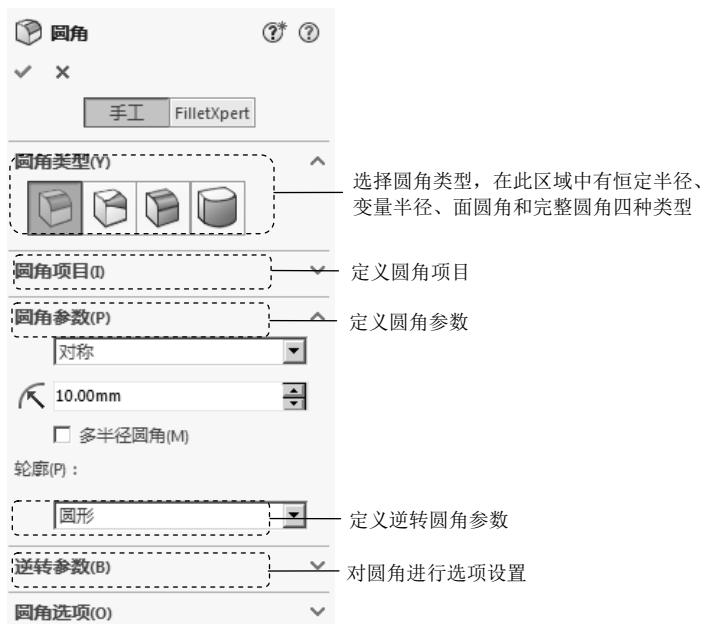

图 5.8.2 “圆角”对话框
Step2. 选择命令。选择下拉菜单 **插入(I)** → **特征(F)** → **圆角(R)...** 命令 (或单击“特征(F)”工具栏中的  按钮), 系统弹出如图 5.8.2 所示的“圆角”对话框。